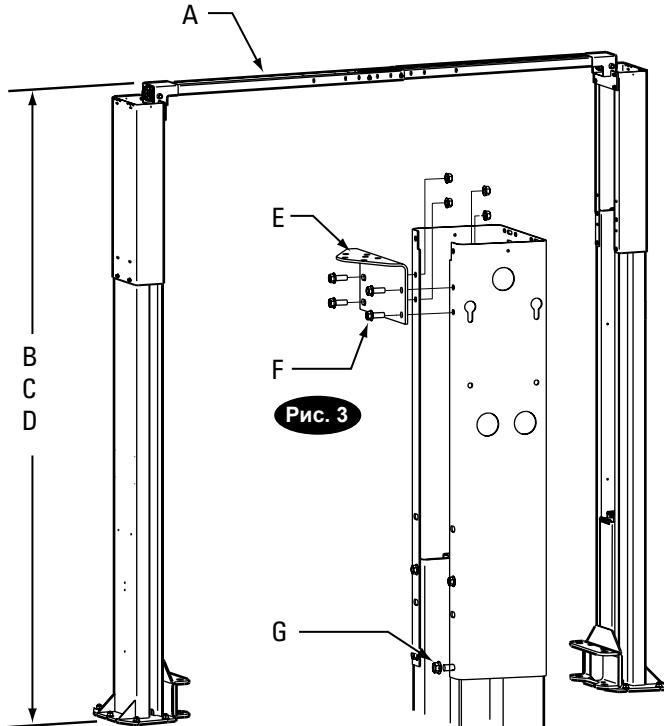

Рис. 3 - сборочные части
2. Высота подъемника: См. на рис. 3 общую высоту для каждой из рассмотренных моделей подъемника. Добавьте 25 мм к общей высоте для самого низкого препятствия.
4. Удлинители стойки: Перед поднятием стоек в вертикальное положение установите удлинители стойки с помощью (12) 3/8"-16NC x 3/4" несущих HHCS-болтов и фиксирующих гаек с буртиком ,см. рис. 3 и 4.
Кронштейн монтажа перекрытия: установите монтажные кронштейны на удлинители стоек ,см. рис. 3.